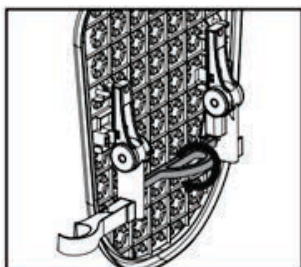
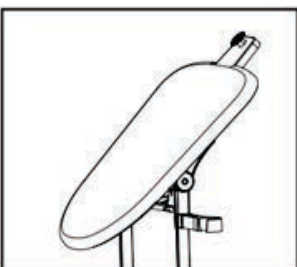

Рис. 6
Рис. 7
4. При необходимости отрегулировать угол наклона гладильной доски (Рис. 6), необходимо повернуть вниз соединительные стержни позади гладильной доски (Рис. 7 и 8). После регулировки угла наклона гладильной доски вы можете отрегулировать ее высоту при помощи изменения высоты телескопической стойки и фиксаторов, располагающихся на ней.